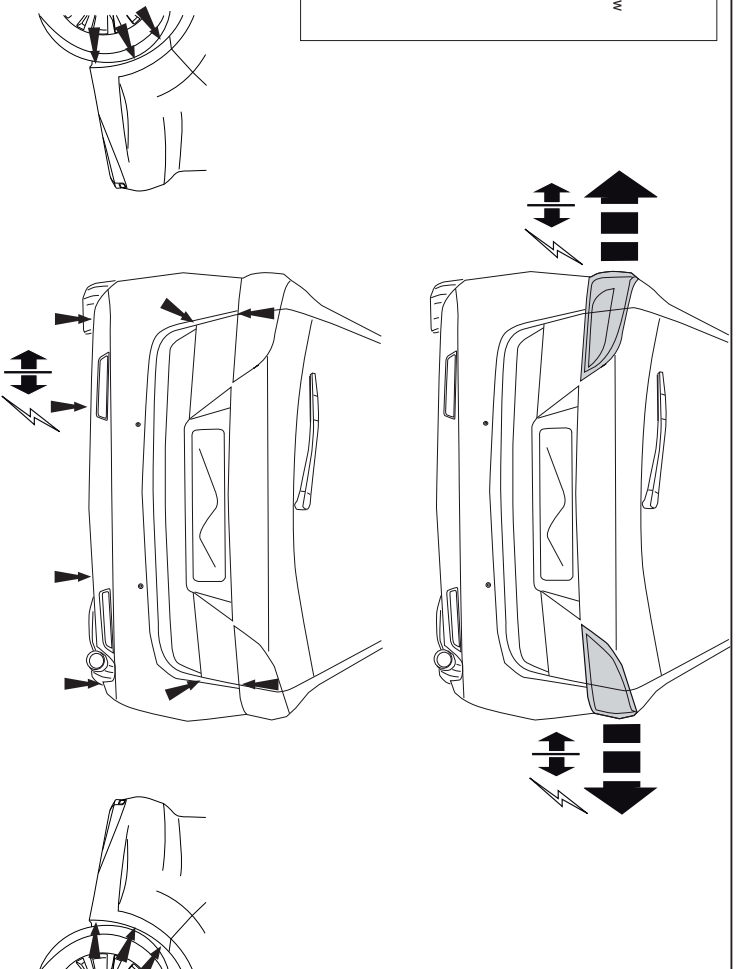

Fig.1
1. Снять задние фары и бампер. См. рисунок 1.
3. Снять поперечный брус автомобиля. См. рисунок 1.
1. Dismantle the rear-lights and the bumper. See figure 1.
3. Remove the cross member from the vehicle. See figure 1.
1. Rücklichter und Stoßstange abmontieren. Siehe Abbildung 1.
3. Den Querträger vom Fahrzeug abmontieren. Siehe Abbildung 1.